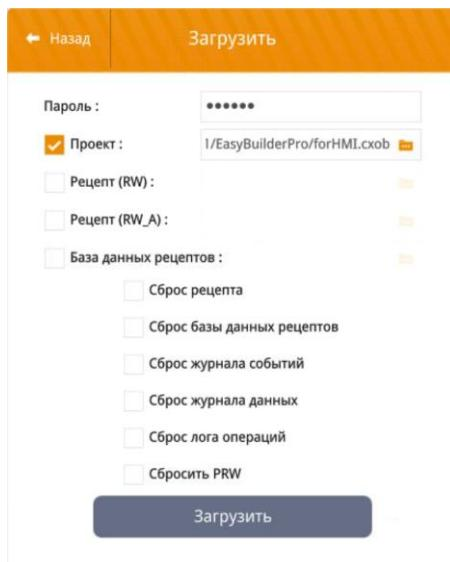

Рисунок 4.30 – Окно «Загрузить»
5. В окне «Загрузить» в поле «Пароль:» ввести пароль (по умолчанию: 111111), также установить активным поле «Проект:» и выбрать прикладное ПО на USB Flash-накопителе или SD-карте памяти (рисунок 4.30), нажав кнопку ( ) и пройдя по пути, нажимая на символ ( ). При необходимости установить пункты сброса (рецепторов, базы данных рецепторов, журнала событий, журнала данных, лога операций, PRW-регистров). Примеры пути к файлу «forHMI.схов» на USB Flash-накопителе или SD-карте памяти: